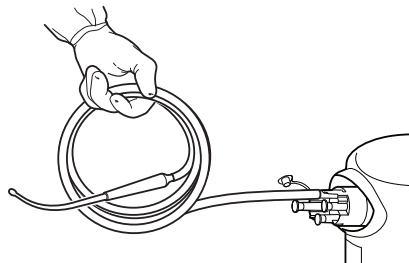
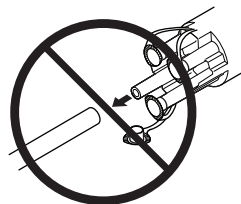

Figura 6 Avvolgimento della cannula di aspirazione
Figura 7 Mantenimento del collegamento della cannula durante lo smaltimento
1. Con la funzione di aspirazione attivata, avvolgere la cannula di aspirazione verso il raccordo del collettore per svuotare la cannula dei rifiuti liquidi (Figura 6). **NON** staccare eventuali cannule di aspirazione collegate al collettore (Figura 7).